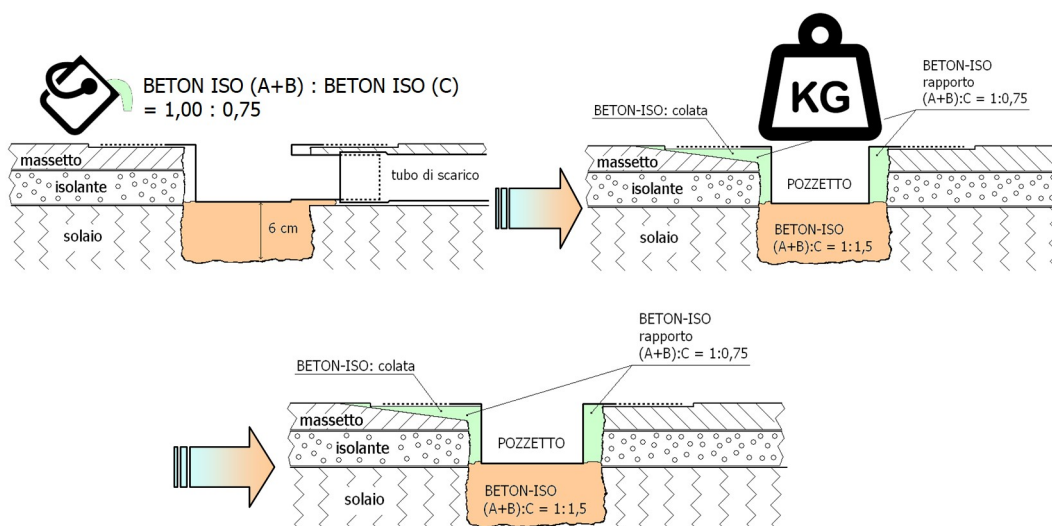

Fig. 5: inghisaggio del pozzetto con BETON ISO
- versare BETON ISO nel canale di colata fino al riempimento dello spazio perimetrale vuoto presente tra massetto e pozzetto (vedi Fig. 5);